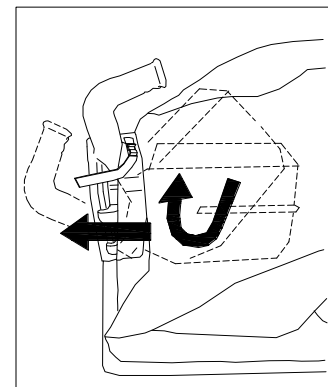

Fig. 2
4. **APRIRE** il sacco di raccolta (elemento 21) e fissarne il lato stretto al sistema di sgancio rapido (elemento 12). Fissare saldamente allo scarico sull'alloggiamento (elemento 1). (v. Fig. 2 e 3).